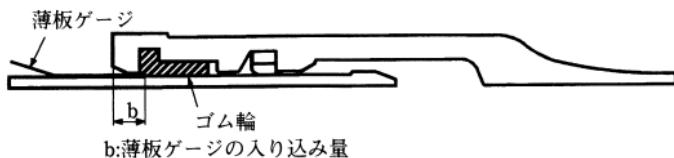

図19 ゴム輪の位置確認
- (1) 図19に示すように全周にわたって受口と挿し口のすき間に薄板ゲージを差し込み、その入り込み量 (b) が最大寸法 (c) より小さいことを確認する。全周にわたり (c) より小さければ、そのうち円周8ヶ所について入り込み量を測定し、チェックシートに記入する。
- (2) ゲージ入り込み量 (b) が「5.ゴム輪のセット」で測定したゴム輪最頂部の最大寸法 (c) 以上の場合には、継手を解体して点検する。